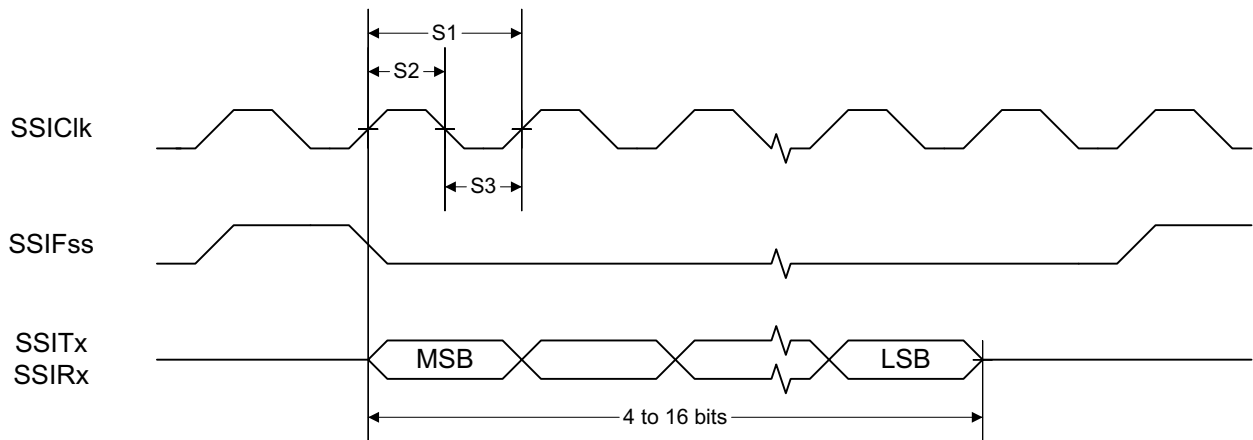
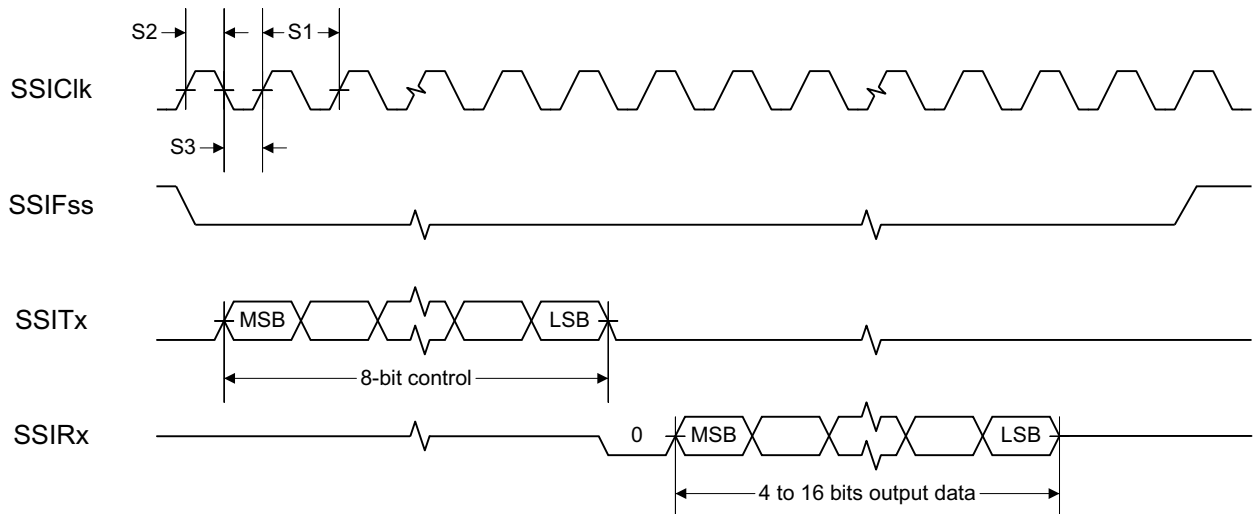
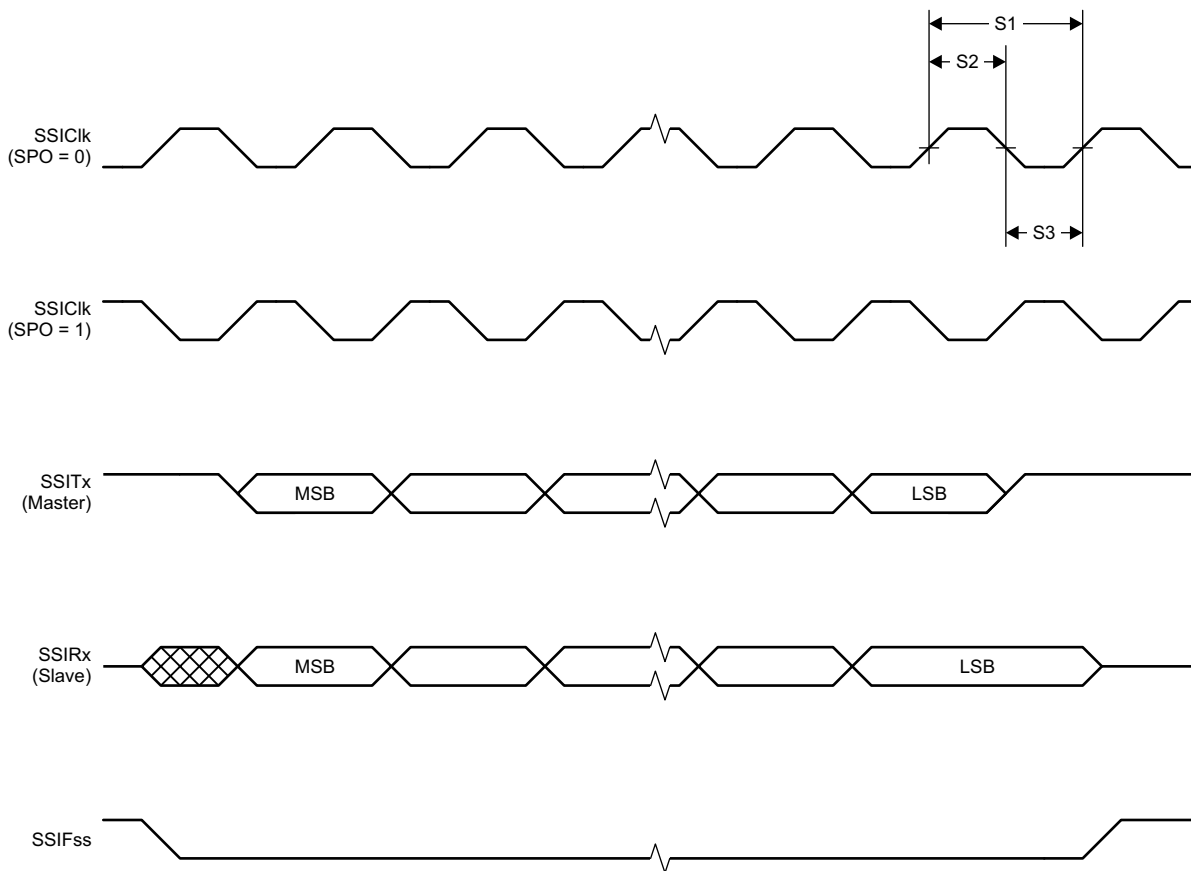

图 7-1. TI 帧格式 (FRF = 01) 的 SSI 时序，单次传输时序测量
图 7-2. MICROWIRE 帧格式 (FRF = 10) 的 SSI 时序，单次传输
图 7-3. SPI 帧格式 (FRF = 00) 的 SSI 时序, SPH = 1
- (1) 请参阅 SSI 计时示意图：图 7-1、图 7-2 和图 7-3。
(2) 使用 TI 提供的电源驱动程序时，SSI 系统时钟始终为 48MHz。